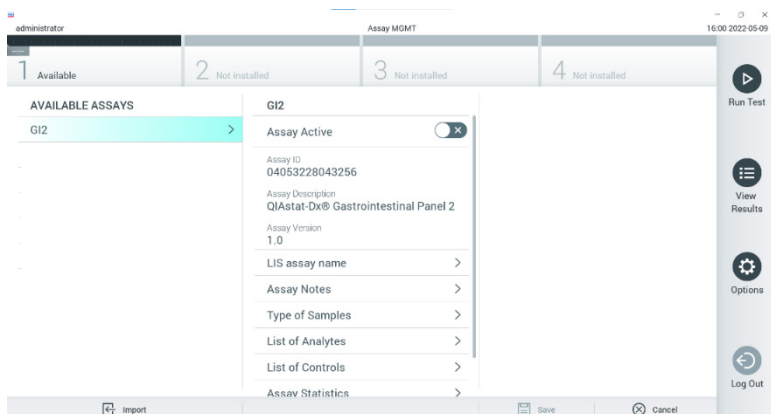

Figura 55. Tela Assay Management (Gerenciamento de ensaios).
2. Pressione o botão Options (Opções) e selecione Assay Management (Gerenciamento de ensaios). A tela Assay Management (Gerenciamento de ensaios) é exibida na área de conteúdo da tela (Figura 55).
3. Pressione o ícone Import (Importar) na parte inferior esquerda da tela (Figura 55).